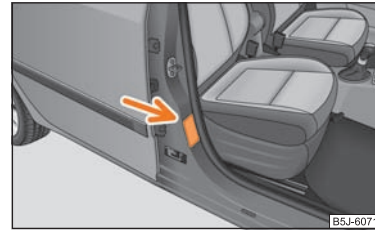

Abb. 122 Aufkleber an der mittleren Karoseriesäule auf der Beifahrerseite
- Auf diese Tatsache weist auch der Aufkleber hin, der sich an der mittleren Karoseriesäule auf der Beifahrerseite befindet ⇒ Abb. 122. Der Aufkleber ist nach dem Öffnen der Beifahrertür sichtbar. Für einige Länder ist der Aufkleber auch an der Sonnenblende des Beifahrers angebracht.